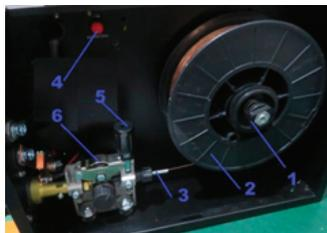

Рисунок 2. Механизм подачи проволоки.
7.2.3. Установить катушку со сварочной проволокой-2 в подающий механизм, см. рис. 2
7.2.11. Нажимая на кнопку-3, см. рис. 2, добиться выхода проволоки из канала пистолета. Для ускорения процесса протяжки проволоки можно выставить максимальную скорость подачи проволоки.
7.2.14. Отрегулировать натяжение сварочной проволоки с помощью гайки-1 на оси катушки, см. рис. 2.